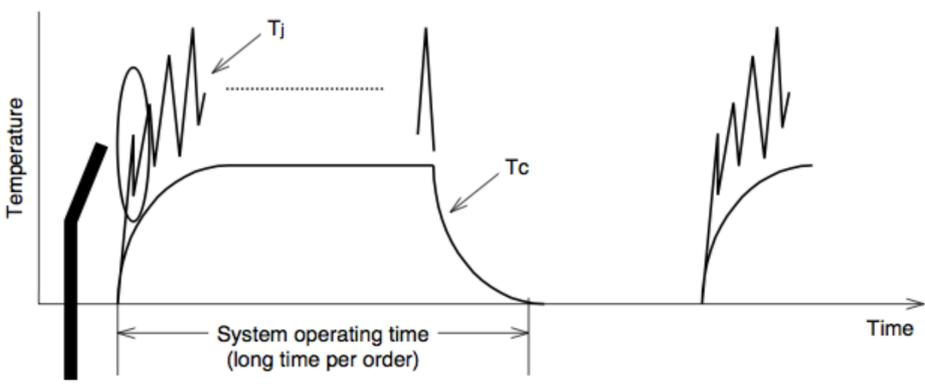

Abb.1: Simulation der Leistungszyklen
- Operationsmodell 1 (Abb.1) zeigt wenig Änderungen der Gehäuse-Temperatur (bzw. der Grundplatten-Temperatur) jedoch häufige Änderungen der Chip-Temperatur. Dies ist auch bekannt als Leistungszyklen-Operation.